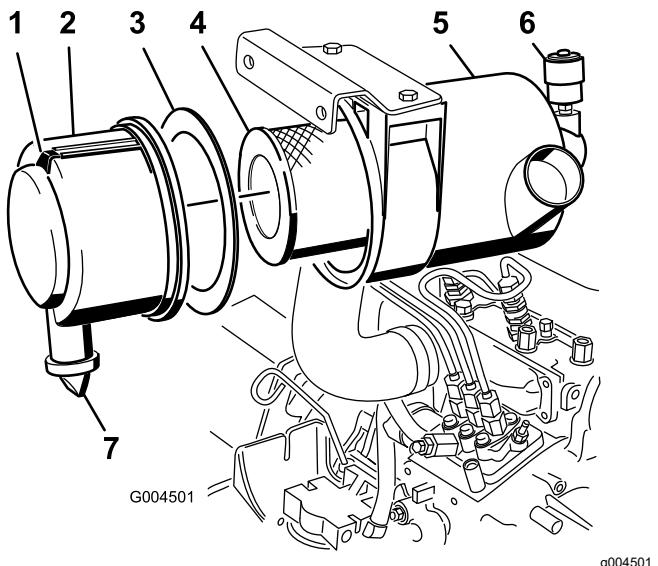

Figure 40
5. Faites l'entretien du filtre à air quand l'indicateur de colmatage est rouge (Figure 40).